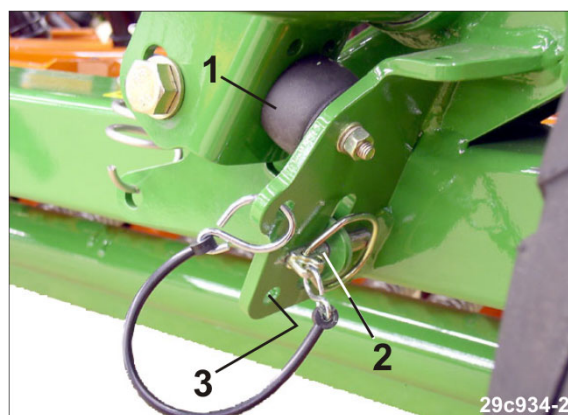

Fig. 166
- 3.1 Tryk spormarkørsudliggeren mod gummibufferen (Fig. 166/1).
- 3.2 Hold spormarkøren godt fast, træk ringsplitten (Fig. 166/2) ud, og sæt den i parkeringsposition i boringen (Fig. 166/3).